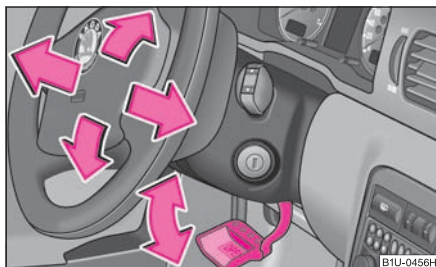

Fig. 98 Volan reglabil: Maneta de sub coloana volanului
- Îndreptați maneta de sub volan, în jos ⇒ fig. 98, ⇒ ⚠.